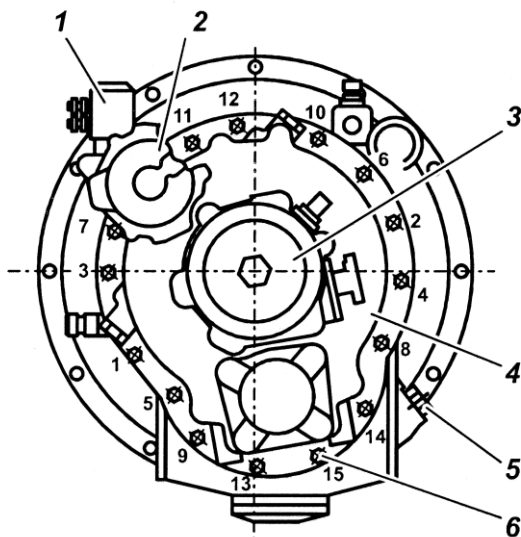

Рис. 103. Последовательность затяжки болтов крепления картера демультипликатора и размещение узлов:
Последовательность затяжки согласно рис. 103.
- Включить высший диапазон в демультипликаторе при вывернутом регулировочном болте поз. 6 (рис. 103), подав воздух под давлением от 784 до 833 кПа (8...8,5 кгс/см²) в пневмоцилиндр.